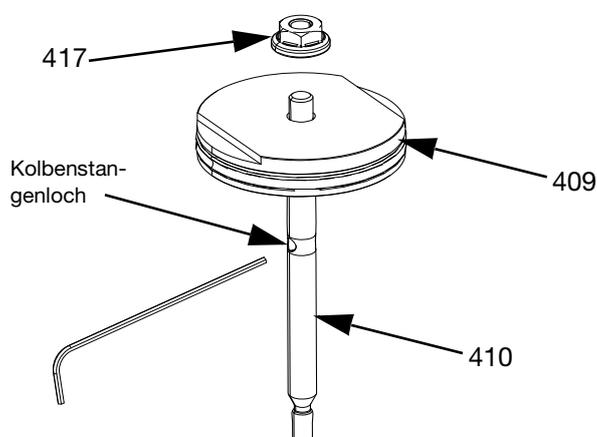

ABB. 19
6. Bei Ventilen mit Kugelsitzdüsenbaugruppen (ABB. 19):
- a. Einen Inbusschlüssel in die Durchgangsbohrung in der Kolbenstange (410) stecken und die Mutter (417) mit einem 7-mm-Steckschlüssel oder -Schraubenschlüssel abschrauben.